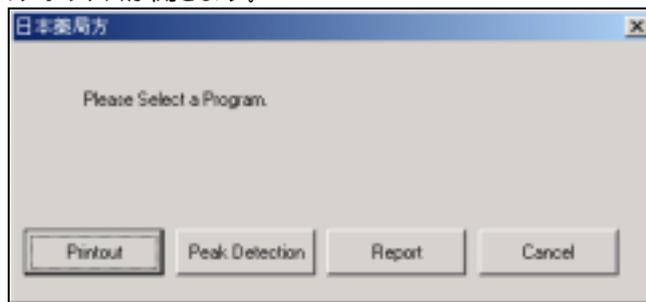

図 4-1 プログラムの選択
1. 図 4-1 で、<Printout>ボタンをクリックします。